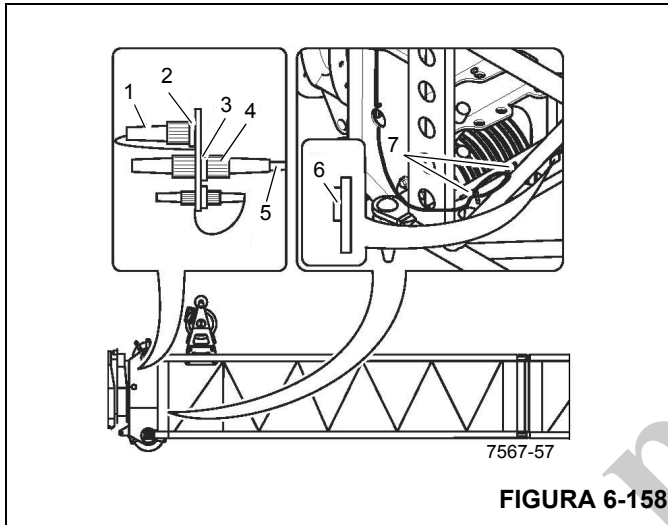

FIGURA 6-158
1. Retire el enchufe de puente (1) (Figura 6-158) del receptáculo (3) y enchúfelo en el receptáculo falso (2).
2. Desenrolle el cable (5) del sujetador (7).
3. Retire el enchufe (4) del receptáculo falso (6) y enchúfelo en el receptáculo (3).
4. Enrolle una porción suficiente de cable (5) en el sujetador (7) de modo que éste no se dañe durante el funcionamiento.